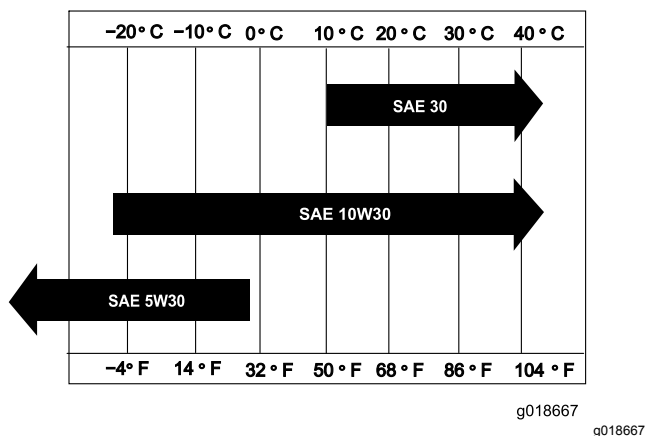

Рисунок 17
**Вязкость:** в соответствии с температурой окружающего воздуха; см. Рисунок 17.